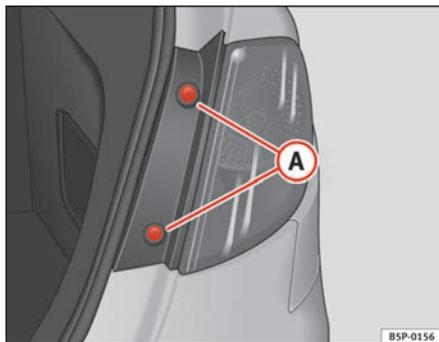

Fig. 190 Feu de position/feu de stop
- Retirez les vis ⇒ fig. 190 A